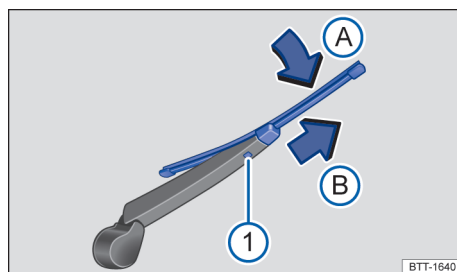

Fig. 170 În partea din spate a autovehiculului: înlocuirea lamelei ștergătorului de lunetă.
- ① Buton de deblocare.
3. Țineți apăsat butonul de deblocare → fig. 170 ①.
4. Înclinați lamela ștergătorului de parbriz în direcția brațului ștergătorului → fig. 170 A și detașați-o concomitent în direcția săgeții B. Pentru aceasta este nevoie de puțină forță.
5. Introduceți lamela nouă, de **aceeași lungime și formă** și împingeți-o pe brațul ștergătorului, în sens contrar săgeții → fig. 170 B, până când se fixează în poziție. La această operație, lamela trebuie să se afle în poziție rabatată în jos A.